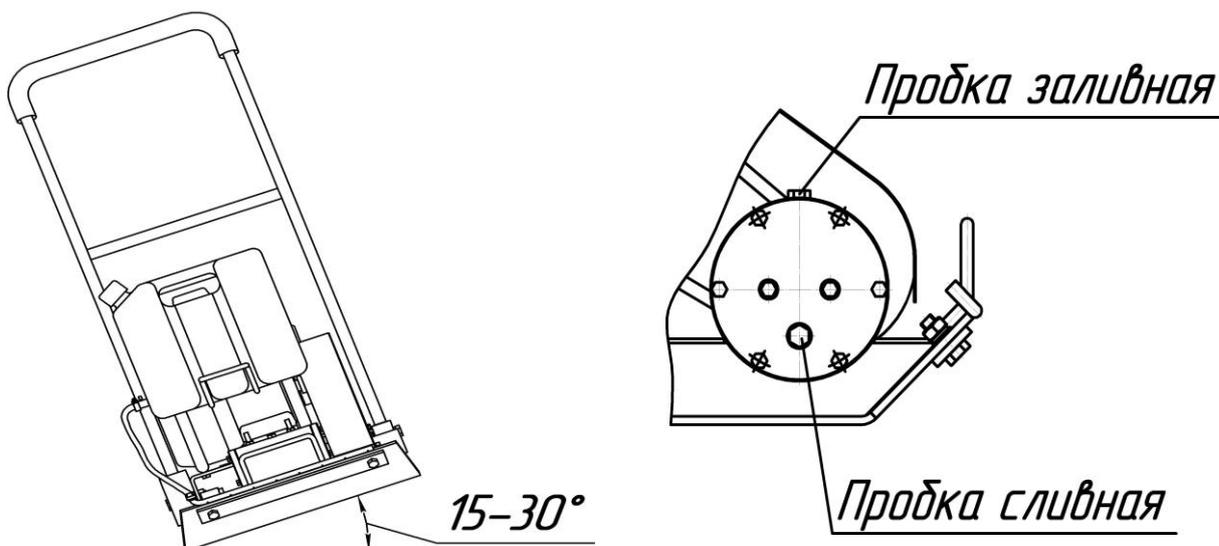

Рисунок 5. Замена масла в вибраторе
7.3.3 Проверьте уровень масла в вибраторе. При необходимости долейте масло через заливное отверстие в верхней части вибратора, предварительно отвернув пробку. (рисунок 5).
После первых 4-х часов работы виброплиты и каждые 25 часов производить замену масла в вибраторе (*рисунок 5*):